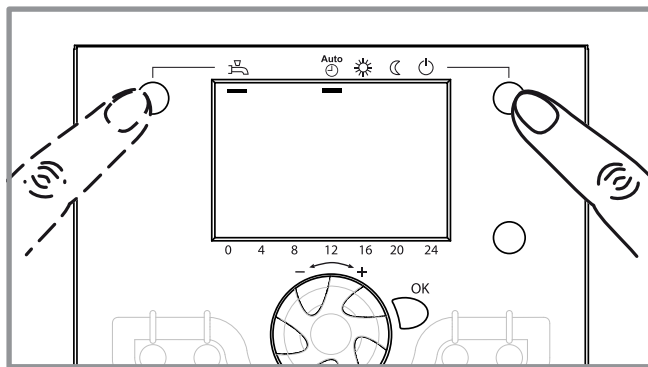

fig. 51 - Sélection du régime de chauffe AUTO et puis du régime ECS (eau chaude sanitaire)
- Sélectionner le régime de chauffe "AUTO" (fig. 51).
- Sélectionner le régime "ECS" (fig. 51).